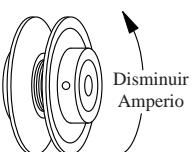

Fig. 7
- Polea ajustable.** Con un amperímetro, mide el amperio del motor. Ajuste la polea del motor hasta que el amperio sea menos por poco de lo que se especifica la placa de identificación del motor. Al ajustar la polea, afloje el tornillo de ajuste con punta plana y gire la polea. Apriete el tornillo de modo que la punta del tornillo queda sobre el área plana, si no, dañaría las roscas. El incrementar el diámetro de la polea, incrementa también el amperio; el disminuir el diámetro de la polea, disminuye también el amperio (véase fig. 7). Vuelva a inspeccionar la alineación de la correa.